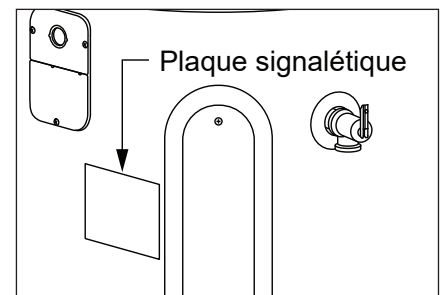

Figure 24 - Les exigences d'alimentation électrique du chauffe-eau figurent sur sa plaque signalétique.
- 3 Ce chauffe-eau nécessite une alimentation électrique monophasée de 208/240 V c.a., 30 A, 50 ou 60 Hz. Consulter la plaque signalétique du chauffe-eau (Figure 24) pour s'assurer que la tension, le calibre des câbles (courant admissible) et le type et calibre des disjoncteurs sont adaptés à ce chauffe-eau. Voir les raccordements électriques corrects sur le schéma de câblage apposé sur le chauffe-eau et à la page 38 de ce manuel. S'assurer que le calibre, le type et les raccordements des conducteurs sont conformes à tous les codes locaux en vigueur. En l'absence de codes locaux ou provinciaux, suivre la version courante de CSA C22.1 Code canadien de l'électricité.